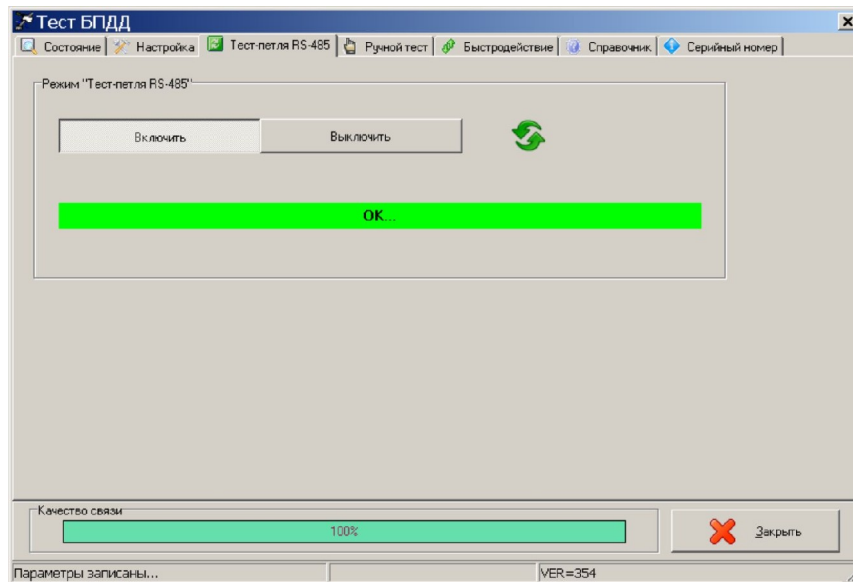

Рисунок 22
- 4) Выбрать в таблице устройств блок «БПДД». В окне «Поиск» выбрать команду «Тест», затем вкладку «Тест-петля RS-485». Выполнить команду «Включить» (рисунок 22). Проверить появление сообщения «ОК» на зеленом фоне.